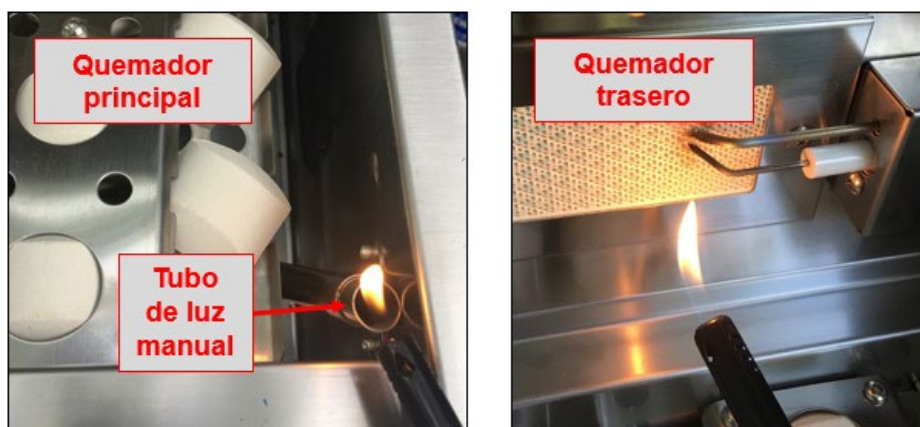

Ilustración 29 Encender la parrilla manualmente
Se incluye un tubo de encendido manual (Ilustración 29, izquierda) para utilizarlo en caso de que el encendedor deje de funcionar. El tubo está ubicado en la esquina delantera derecha de la cabina de la parrilla.
1. Quemador principal: coloque un fósforo largo encendido o la llama de un encendedor en la parte superior del tubo de encendido manual (Ilustración 29, izquierda). Presione la perilla derecha del quemador, manténgala presionada durante 2 o 3 segundos y gírela hacia la izquierda hasta la posición ALTA. Asegúrese de que el quemador se encienda y permanezca encendido. Encienda los otros quemadores principales normalmente, de derecha a izquierda.
2. Quemador infrarrojo trasero: coloque un fósforo largo encendido o la llama de un encendedor cerca de la salida de gas del quemador trasero (Ilustración 29, derecha). Presione la perilla de control del quemador trasero, manténgala presionada durante 2 o 3 segundos y luego gírela hacia la izquierda hasta la posición ALTA. Asegúrese de que el quemador se encienda y permanezca encendido.